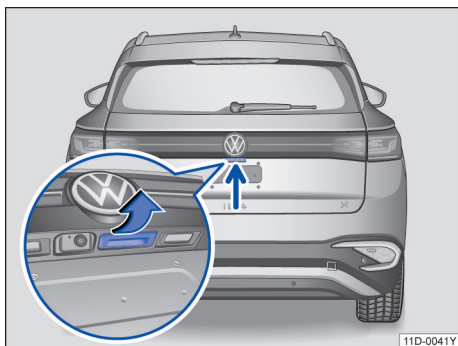

图 50 从车外打开行李厢盖
- 按压行李箱盖按钮并向上抬起 → 图 50。
- 或：按压按钮打开行李厢盖 → 图 50。